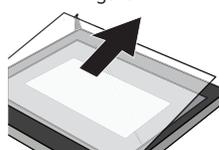

Figure 5
5. Poussez le verre dans la position indiquée par la flèche de la figure 5. Tirez délicatement le verre hors du socle.